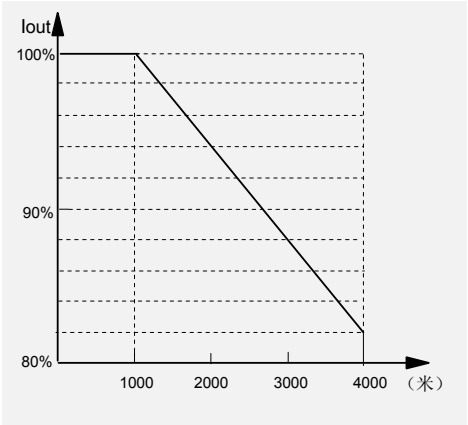

图3-1 变频器额定输出电流与海拔高度降额使用图
5、海拔高度：TD系列变频器的额定值的设计是按照海拔 <1000m进行的。当在高海拔地区使用时，考虑空气稀薄对散热效果的影响，要求变频器作适当的降额使用。图3-1是海拔高度与变频器允许输出最大电流的降额使用图。